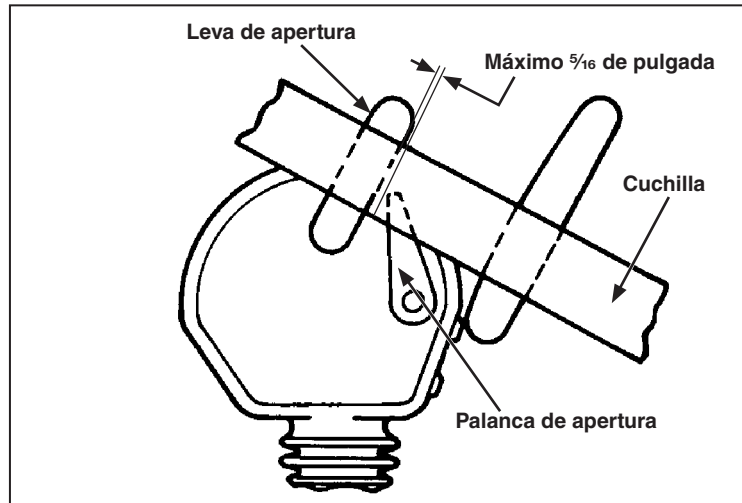

Figura 41. Conjunto de la cuchilla moviéndose en la dirección de cierre.
- Al tiempo que la cuchilla se mueva en la dirección de cierre, la separación entre la leva de apertura de la cuchilla y la palanca de apertura de la cámara interruptiva debe estar dentro del límite que se muestra. Vea la Figura 41.